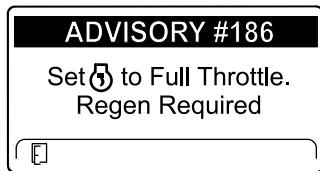

Рисунок 53
**Примечание:** Если на дисплее инфоцентра появится ИНФОРМАЦИОННОЕ СООБЩЕНИЕ № 186 (ADVISORY #186) (Рисунок 53), установите максимальное положение дроссельной заслонки (высокую частоту холостого хода) двигателя, чтобы можно было продолжить выполнение регенерации со сбросом.